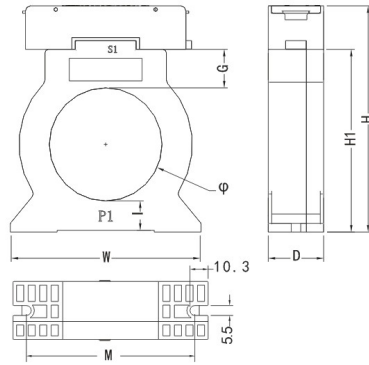

图 2 探测器外形示意图（配闭口式圆孔剩余电流互感器）
1.2 配闭口式圆孔剩余电流互感器的探测器外形尺寸图如图 2 所示，配闭口式方孔剩余电